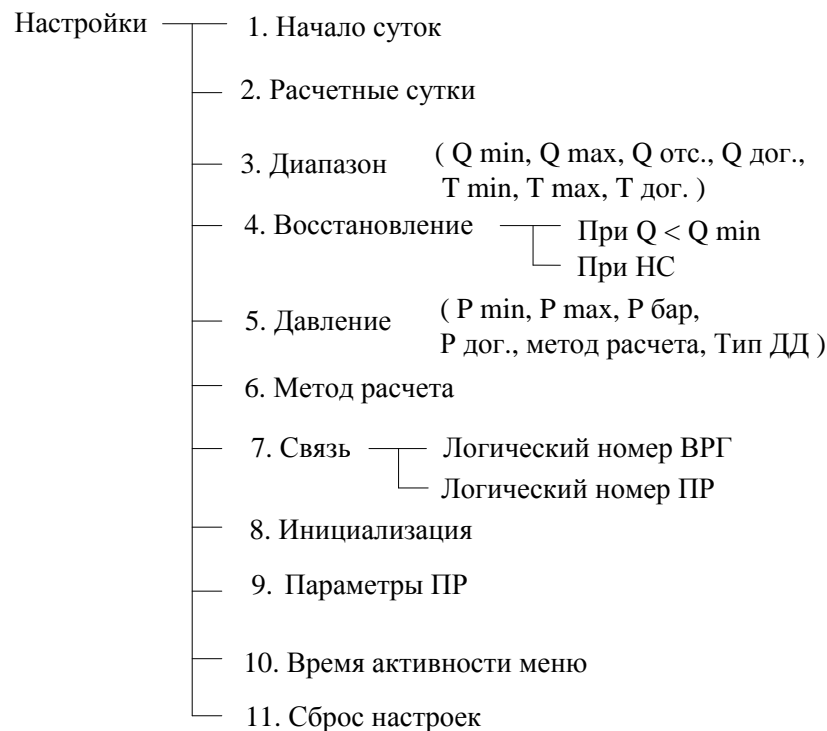

Рисунок 8
2.6.14 Пункт меню «**Настройки**» предназначен для ввода настроечных параметров объекта (рисунок 8).